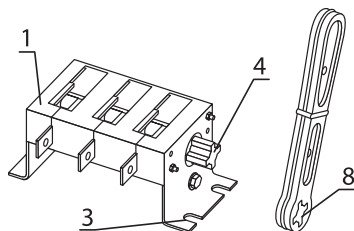

Рисунок 3.
- проверяют отсутствие внешних повреждений пластмассовых элементов конструкции корпуса (1) аппарата (рисунок 3 и 4);
- устанавливают на аппараты входящие в комплект поставки дугогасительные камеры (2) по две на каждый полюс (как показано на рисунке);
- закрепляют аппарат в месте установки, используя пазы в боковых панелях (3);
- надевают на конец поворотного вала (4) ось-переходник (5) в исполнении со смещенной рукояткой;
- устанавливают на боковой поверхности распределительного устройства направляющую шайбу (6) и фланец (7);
- вставляют рукоятку управления (8).